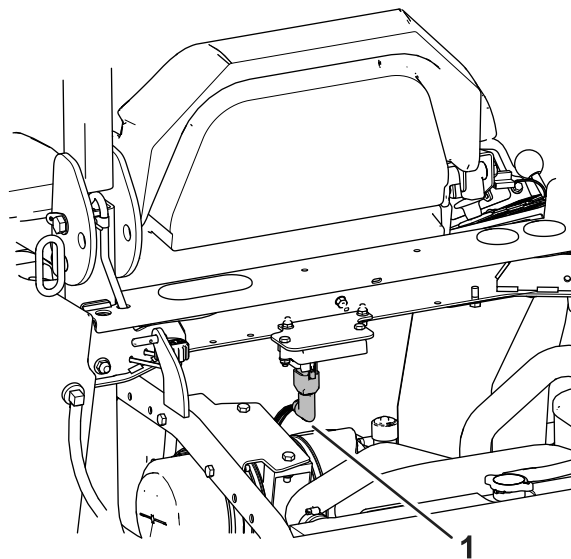

Bild 4
8. Verbinden Sie den 90°-Stecker mit dem Sensor (Bild 4 und Bild 8).